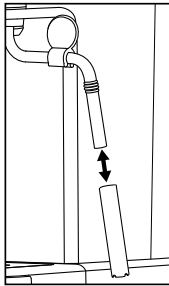

Abb. 3
- 5) Ziehen Sie die Hülle der Milchaufschäumdüse **8** ab (siehe Abbildung 3) und reinigen Sie diese sorgfältig im warmen Wasser und etwas Spülmittel. Nutzen Sie ggf. eine kleine Bürste, um auch die Innenseite der Hülle zu reinigen. Spülen Sie die Hülle danach mit klarem Wasser ab.
- 7) Schieben Sie die Hülle wieder auf das Rohr (siehe Abbildung 3).